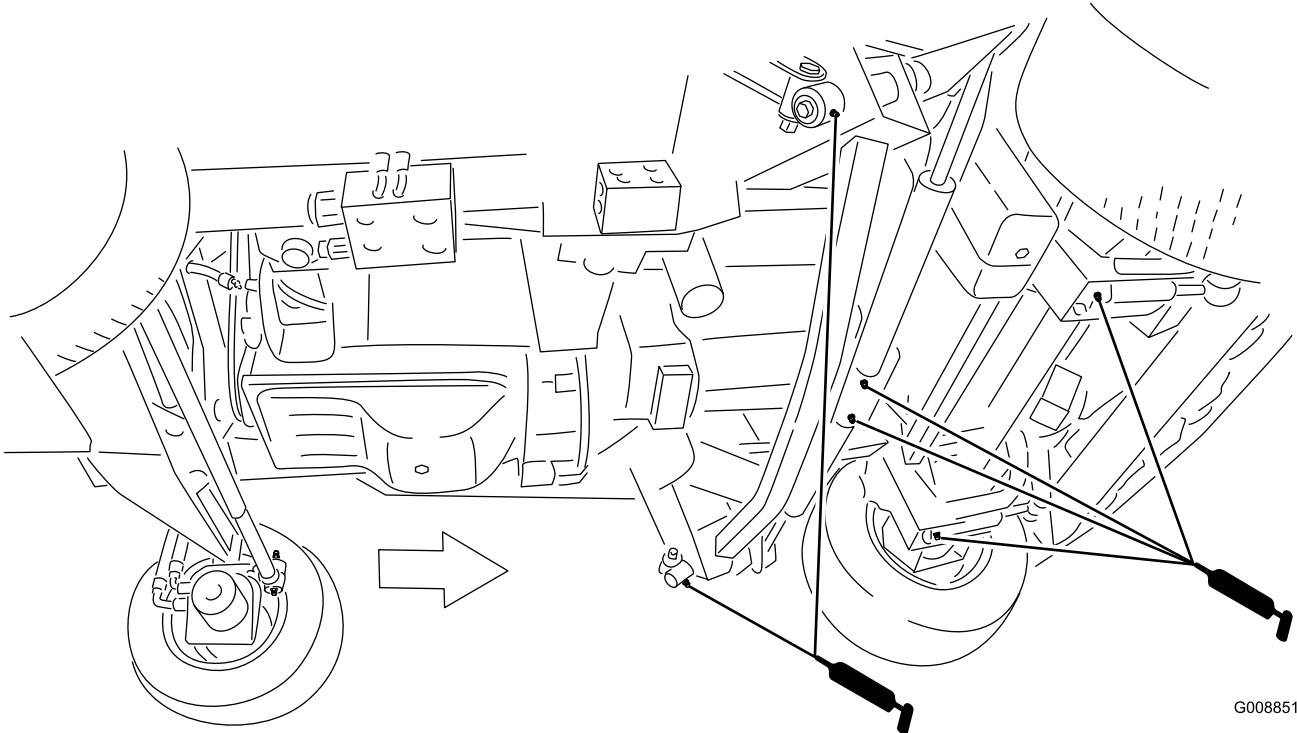

Bild 50
- Stoßarme (2) (Bild 50)
- Frontmähwerk-Zylinderdrehbüchsen (2) (Bild 50)
- Seitmähwerk-Zylinderdrehbüchsen (2) (Bild 50)